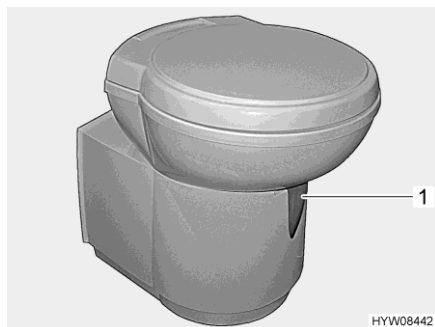

Fig. 191 WC Thetford (orientable)
- Avant d'actionner la chasse d'eau, ouvrir le curseur des toilettes Thetford. Pousser pour cela le levier du curseur (Fig. 191,1) dans le sens inverse des aiguilles d'une montre.